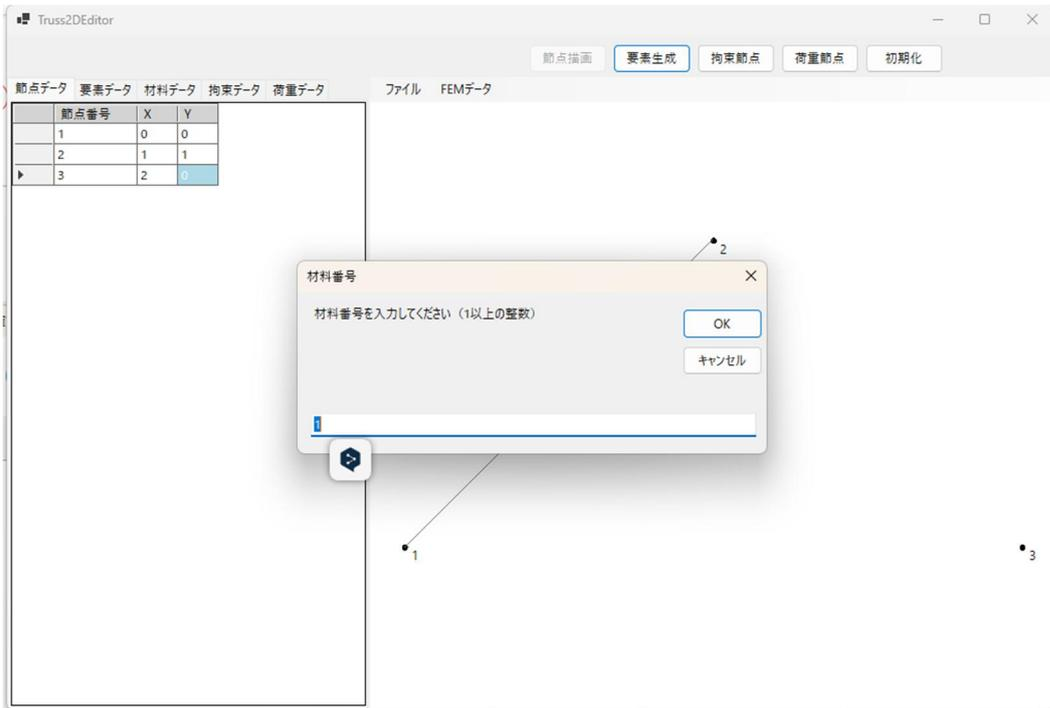

図 6 材料番号の入力
5のような要素作成のための確認画面が現れるので「はい (Y)」を選択する。次に、節点1を左クリックすると、節点1を始点、現在のマウスポインタを終点とする線が表示されるので、節点2の付近にポインタを近づけて左クリックする。このとき、図6のように、材料番号(1から始まる)の入力を促すメッセージボックスが現れるので、(材料番号1をデフォルトとして)リターンキー押し。